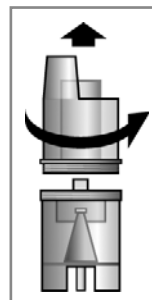

Рис. 1
2. Снимите верхнюю часть небулайзера, повернув ее против часовой стрелки (рис. 1).